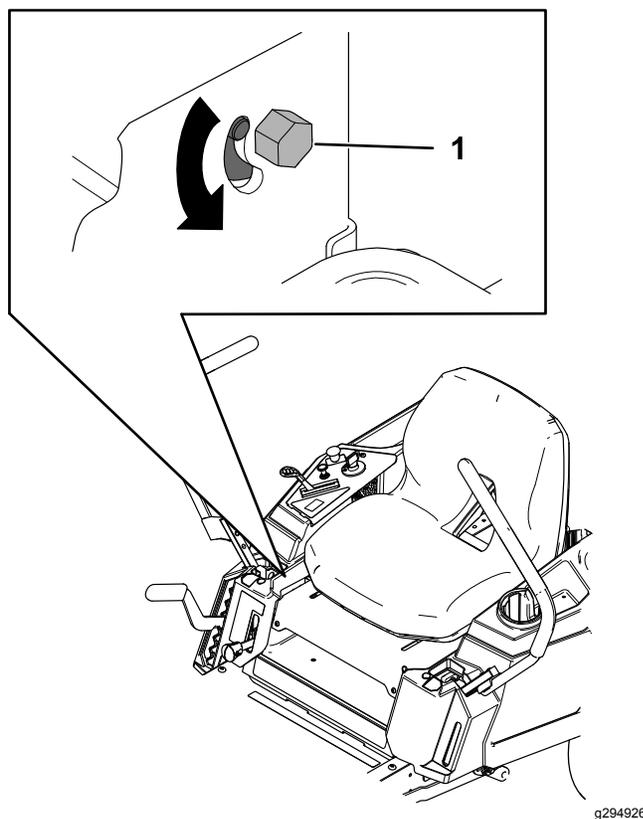

Рисунок 52
3. Найдите болт регулировки прямолинейности движения рядом с рычагом управления движением на той стороне, где требуется регулировка (Рисунок 52).